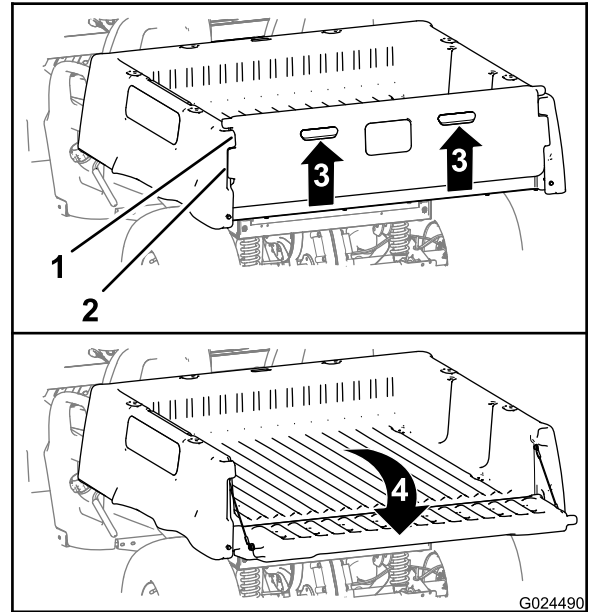

Figura 14
2. Eleve nos locais indicados no painel traseiro da porta traseira (Figura 14).
3. Alinhe as flanges de bloqueio da porta traseira com as aberturas entre as flanges da porta traseira da plataforma de carga (Figura 14).
4. Rode a porta traseira para trás e para baixo (Figura 14).
6. Rode a porta traseira para cima e para a frente até as flanges de bloqueio estarem justas ao espaço da porta na plataforma de carga (Figura 14).
7. Deslize a porta traseira até ficar assente na parte de trás da plataforma de carga (Figura 14).